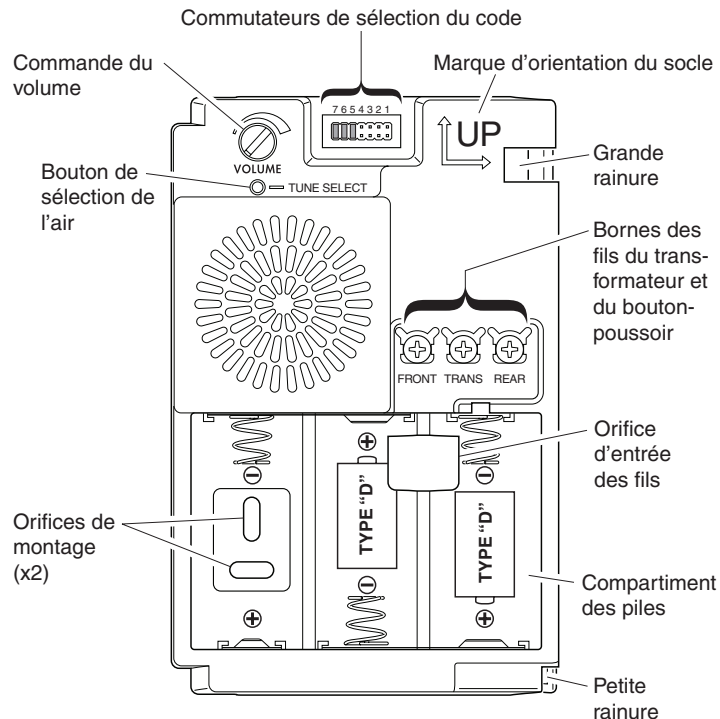

Figure 3
6. Déterminez l'orientation appropriée du socle du carillon de rechange (flèche vers le haut). Le style du couvercle donne une idée de l'orientation (voir la Figure 3).